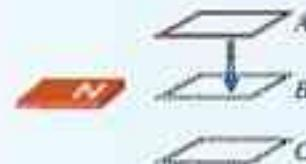

图 4.3.11 判断线圈内感应电流的方向
- 如图 4.3.11 所示，在水平放置的条形磁铁的 N 极附近，一个闭合线圈向下运动并始终保持水平。在位置 B，N 极附近的磁感线正好与线圈平面平行。试判断线圈在位置 A、B、C 时感应电流的方向。